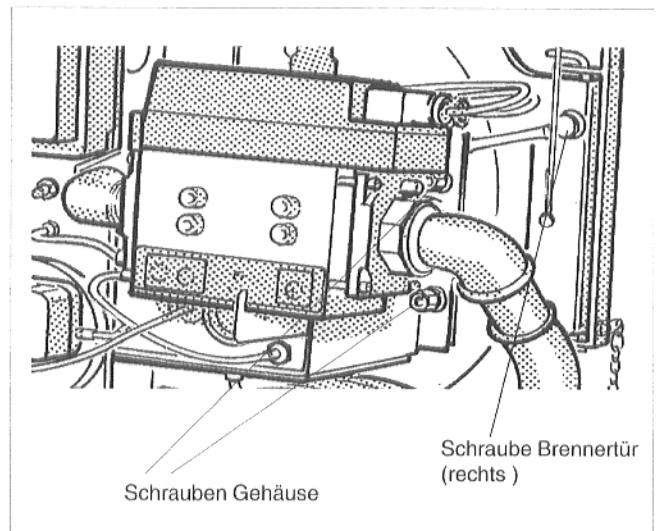

Abb. 3
- Schrauben Brennertür (rechts und links) gleichmäßig lösen (Abb. 3).
- Schrauben am Gehäuse lösen (Abb. 3)